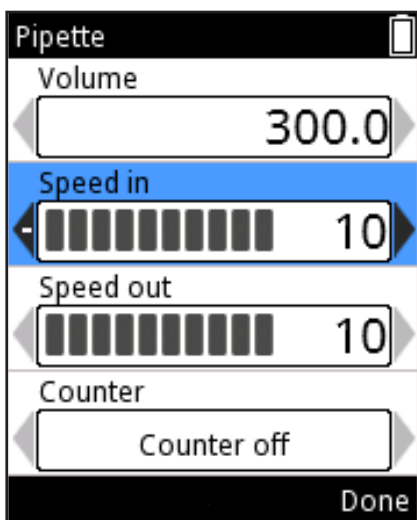

Abb. D8.
2. Wechseln Sie mit zwischen Absaug- und Dispensiergeschwindigkeit (Speed in bzw. Speed out, Abb. D8).